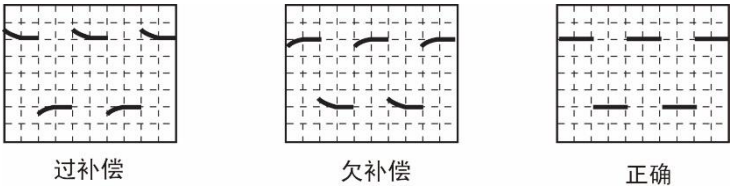

图 5-4 探头补偿信号
(3) 接入探头补偿端信号后，点击【Auto Setup】一键捕获波形，此时屏幕上可能会出现图 5-4 所示三种波形其中一种，探头补偿端方波幅值约为 3V，频率为 1KHz。
为何会出现如图 5-4 所示的过补偿和欠补偿现象。原因是没有对探头进行低频补偿调节，使用任一无源探头与示波器首次相连均须进行低频补偿，以便与示波器通道的输入特性匹配，否则可能导致显著的测量误差。以标配的无源探头 ZP1025SA 为例说明低频补偿步骤。
- (2) 波形在屏幕上显示 2~3 个信号周期且信号所占垂直刻度为 2 至 6 格。可以在示波器的屏幕上看到如图 5-4 所示三种波形其中的一种，若出现过补偿和欠补偿现象则需要对探头进行低频补偿调节。